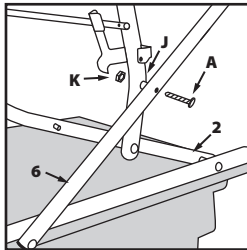

Fig. 11
- Mueva el componente **3 y 6** de modo que los orificios de los pernos se alineen. **(Fig. 11)**.